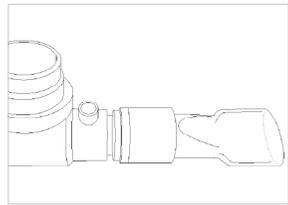

Abbildung 17
- Fügen Sie Mundstück, Maske, gerillten Schlauch oder andere Patientenzwischenstücke zum Phasitron® hinzu. (**Abb. 17**)